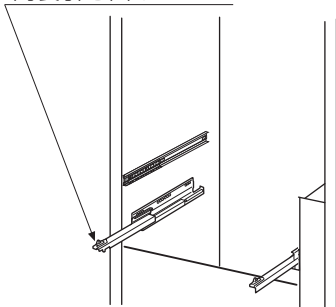

図2
- ②内装引き出しレールの上に内装引き出しをのせてください。（図2）